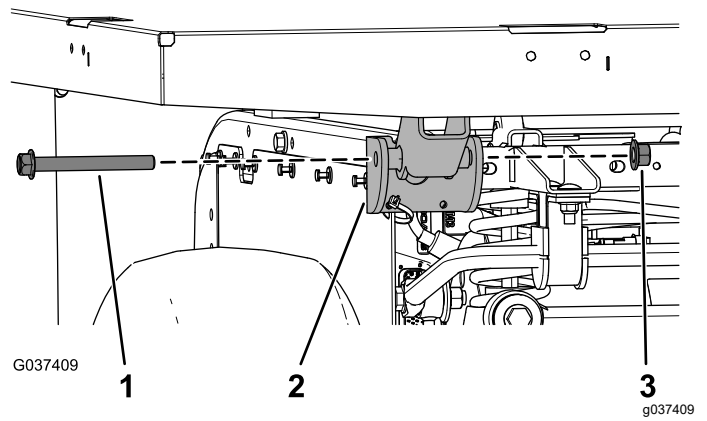

Figuur 7
3. Monteer de 2 steunbeugels van de laadbak op de stoelsteunen met 4 zelftappende schroeven (5/16 x 3/4 inch) zoals in Figuur 7.